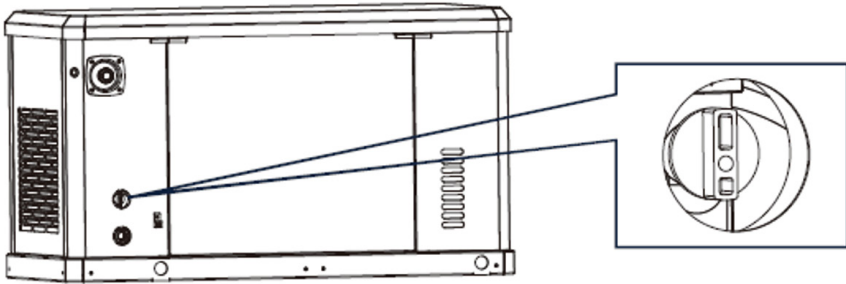

Figura 5-1
Convierta la configuración de NG a GLP siguiendo los pasos que se indican a continuación. Para obtener información sobre la posición del mando de conmutación de combustible (A), consulte la Figura 5-1. Mezclador de gas con pomo de conversión de combustible arriba.